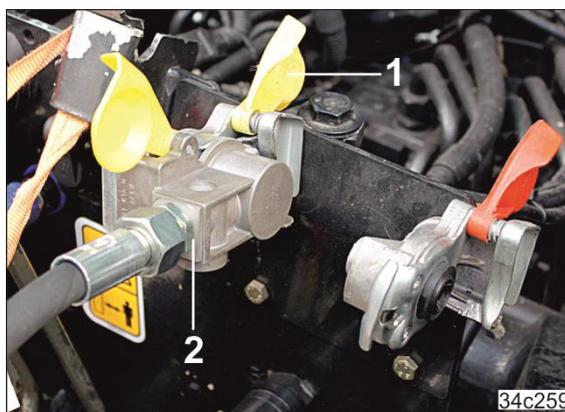

Fig. 182
4. Die Kappen (Fig. 182/1) der Kupplungsköpfe am Traktor öffnen.
7. Den Kupplungskopf der Bremsleitung (gelb) vorschriftsmäßig in der gelb markierten Kupplung (Fig. 182/2) am Traktor befestigen.